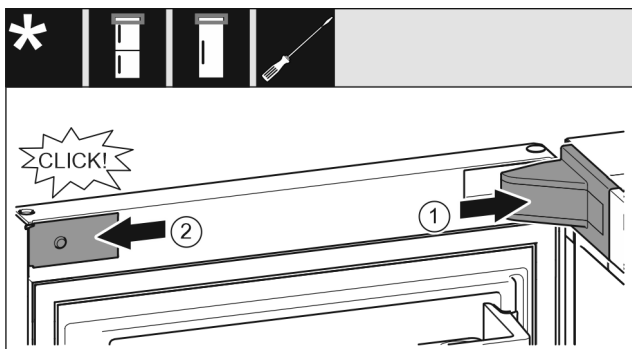

Fig. 23
- ▶ Applicare la copertura del blocco di supporto e innestarla, se necessario premere con cautela. Fig. 23 (1)
- ▶ Applicare il pannello lateralmente e innestarlo. Fig. 23 (2)